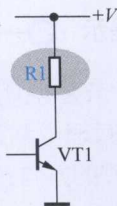

图 1-4 直流电压供给电路之一
(1) 同类电路分析之一。图 1-4 所示是一种直流电压供给电路, 这一电阻直流电压供给电路工作原理是: 通过 $R1$ 将直流电压 $+V$ 加到三极管 $VT1$ 的集电极。